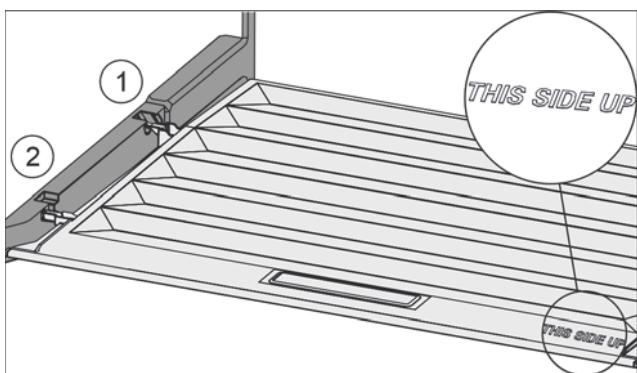

Fig. 41
- Вставить поперечные ребра крышки через отверстие заднего держателя Fig. 41 (1) и защелкнуть спереди в держателе Fig. 41 (2).